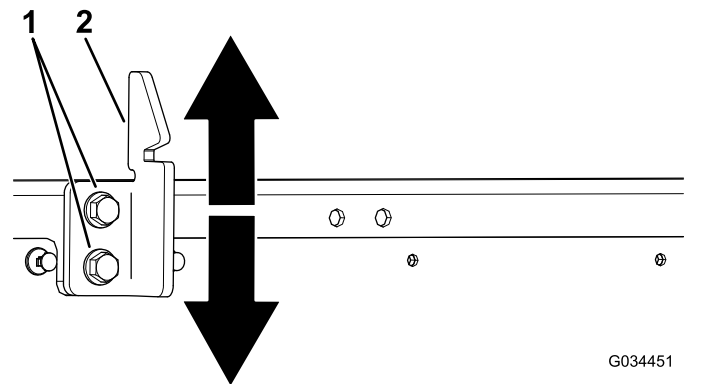

Figura 69
3. Afloje los 2 pernos del cerradero de la plataforma y mueva el cerradero hacia arriba o hacia abajo, dependiendo de si está demasiado alto o demasiado bajo (**Figura 69**).
- Apriete los 2 pernos del cerradero de la plataforma (**Figura 69**).